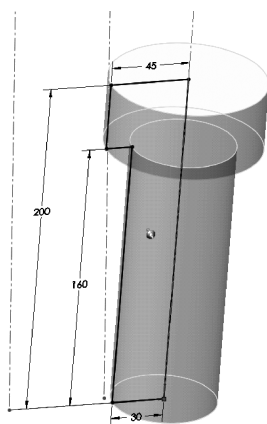

图 14-42 生成旋转特征
3) 单击【特征】工具栏中的（旋转凸台/基体）按钮，在【属性管理器】中弹出【旋转】属性设置。在【旋转参数】选项组中，单击（旋转轴）选择框，在图形区域中选择草图中的竖直线，单击（确定）按钮，生成旋转特征，如图 14-42 所示。